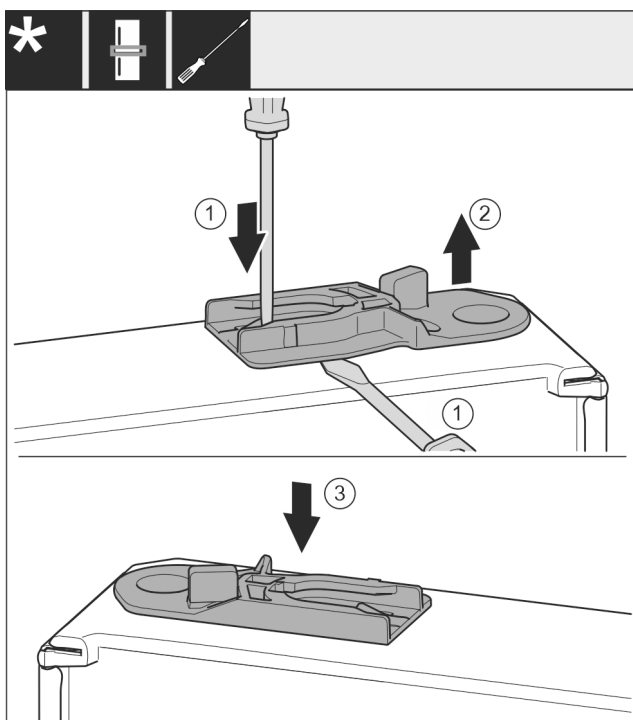

Fig. 38
- Estrarre la boccola di guida: premere la linguetta con il cacciavite a testa a intaglio e contemporaneamente spingerla con un cacciavite sotto la boccola di guida. *Fig. 38 (1, 2)*
- Inserire sull'altro lato dell'apparecchiatura la boccola di guida fornita in dotazione. *Fig. 38 (3)*